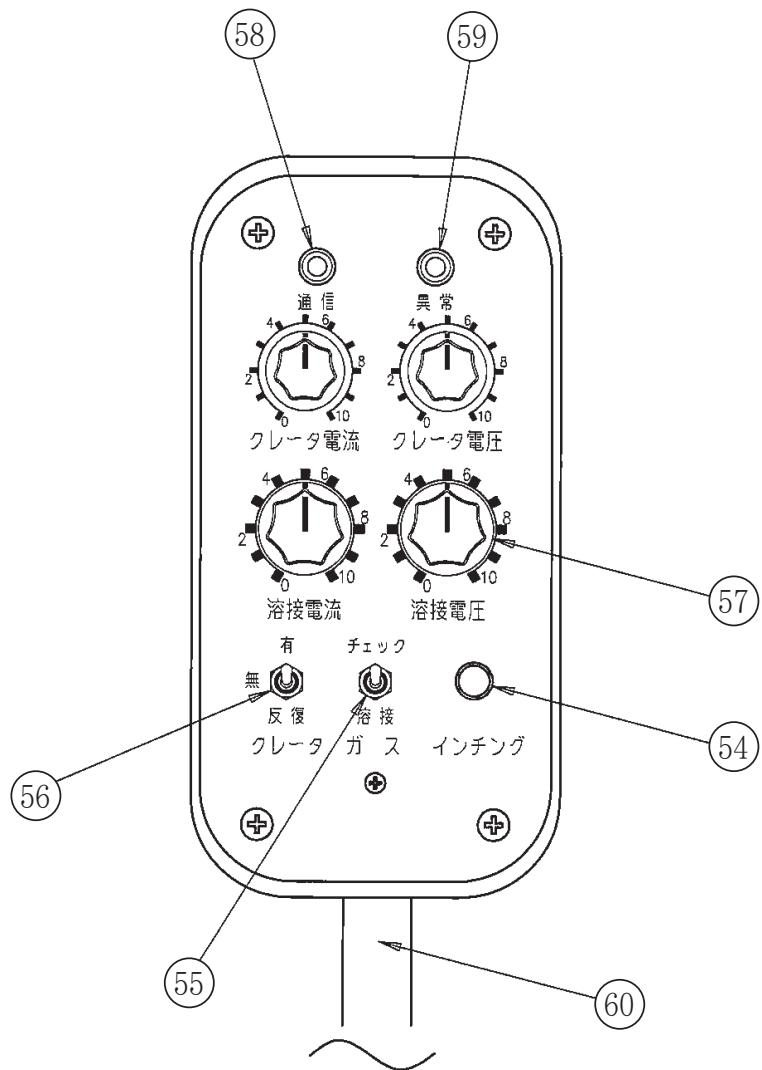

図3. 操作箱部品配置図
⑨ パーツリスト (つづき)
9.3 操作箱取付部品 (図3参照)